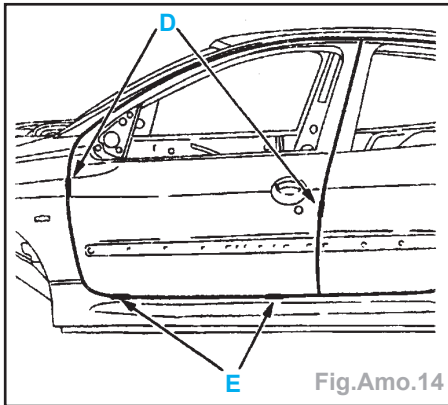

Fig.Amo.14
- Fermer la porte et contrôler les jeux (Fig.Amo.14) :
- hauteur (E) = 5 ± 2 mm,
- jeux (D) = 5 ± 1,5 mm,